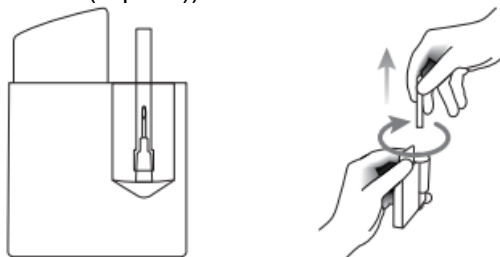

Рисунок 21: Подготовка иглы
5. Снимите защитный колпачок иглы, повернув его по часовой стрелке до предела и одновременно потянув колпачок вверх (Рисунок 21 (стр. 30)).